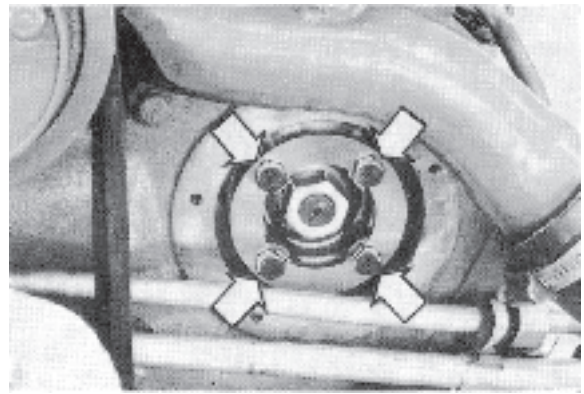

Fig. 101 Pignon de pompe
17. Serrer les vis du pignon de pompe (figure 101)